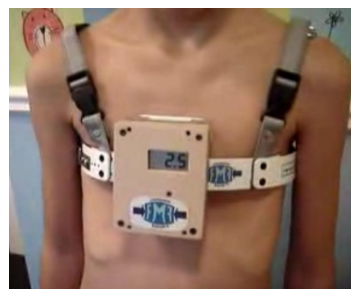

Figure 6 : Mesure de la POT
5. Demander au patient d'inspirer profondément en gonflant la poitrine et de bloquer sa respiration quelques secondes. La pression de traitement est la valeur maximale qui s'affiche sur le boîtier (voir Figure 6). **Attention!** Si la valeur s'affiche en clignotant, c'est que le mode de détection de maximum a été enclenché par un appui sur le bouton bleu. La valeur affichée est fautive. Dans cette situation, éteindre le dispositif par un appui de 10s sur le bouton bleu et recommencer au point 1 en veillant bien à ne pas appuyer sur le bouton bleu après allumage du capteur.